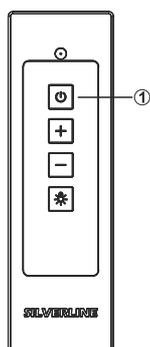

Fig. 22
- ➔ Premere il pulsante () sul () telecomando (Fig. 22).